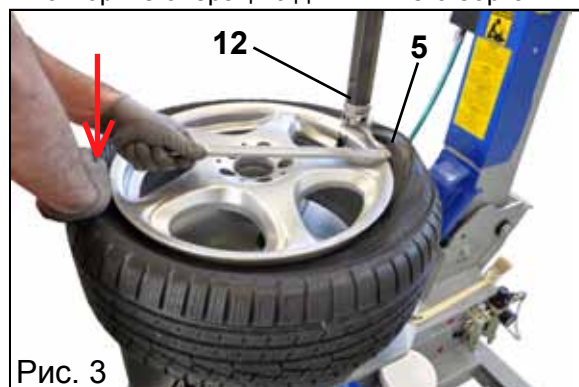

Рис. 3
• С помощью монтировки (5), расположенной между бортом и передней частью монтажной головки (12), переместите борт шины в положение над монтажной головкой (Рис. 3). **Примечание:** Во избежание повреждения находящейся внутри камеры, если таковая имеется, советуем провести эту операцию при вентиле, расположенном в позицию «на 2 часа».